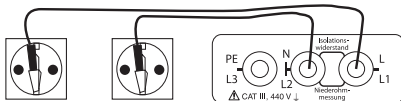

Bild 5.1.2: Anschluss Niederohmmessung
- ▶ Verbinden Sie nun die beiden Messleitungen mit dem Prüfobjekt, Anschluss siehe Bild 5.1.2.